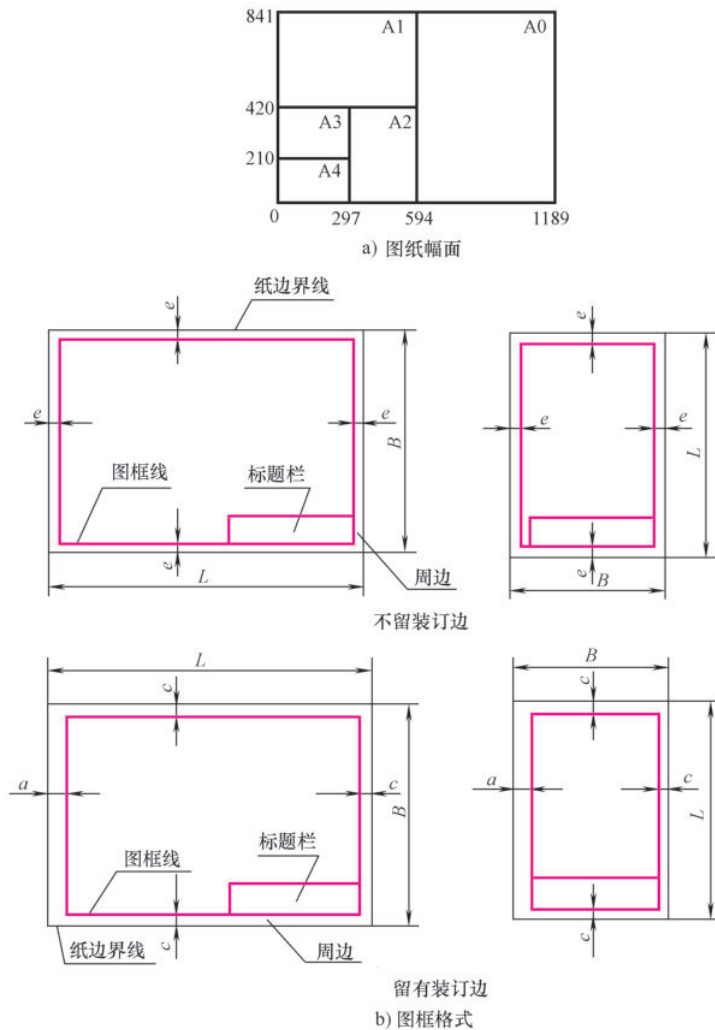

图 1-2 图纸幅面与图框格式
(2) 图框格式 在图纸上必须用粗实线画出图框。其格式有不留装订边和留有装订边两种，如图 1-2 所示。